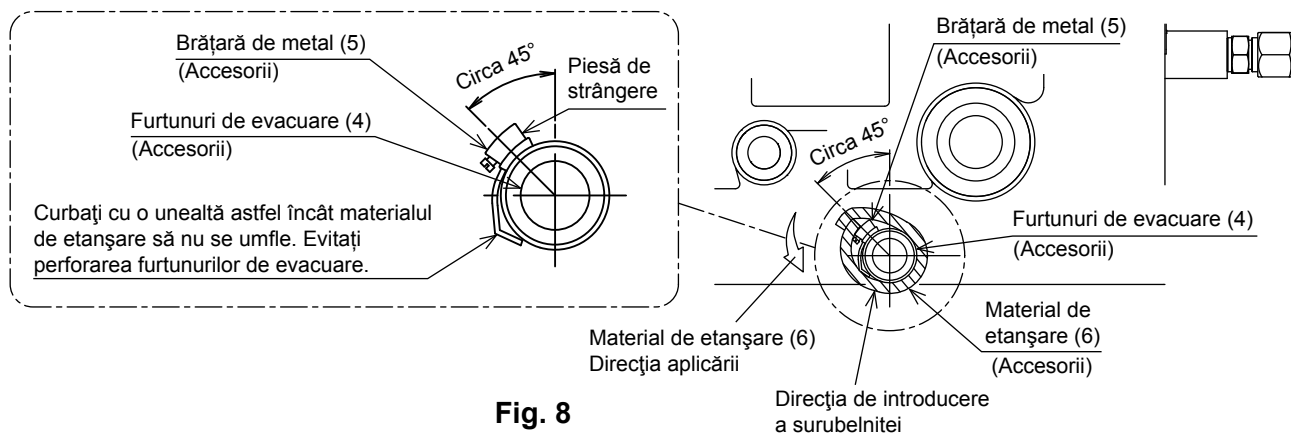

Fig. 8
- Curbați vârful brățării metalice (5) astfel încât materialul de etanșare să nu se umfle. **(Consultați Fig. 8.)**